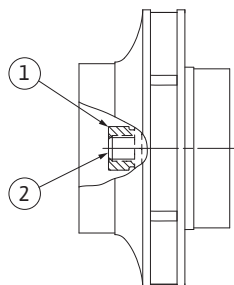

Fig. 55: Pravilan položaj navrtke radnog kola nakon montaže
29. Čvrsto držati vratilo (vidi radni korak 24) i navrtku radnog kotla pritegnuti propisanim momentom pritezanja (vidi listu „Tabela 11: Momenti pritezanja zavrtnjeva“ na strani 52). Navrtka (Fig. 55, poz. 1) mora da bude u nivou sa krajem vratila približno $\pm 0,5$ mm (Fig. 55, poz. 2). Ukoliko to nije slučaj, olabaviti navrtku i ponoviti radne korake 25 do 29.